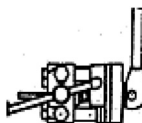

Abb. 4
- D. Den Stempel mit Hilfe der **Tabelle** ermitteln. Einige Anschlüsse sehen zwei Ausweitungsvorgänge vor. Zunächst den ersten Arbeitsschritt ausführen und hierbei den Stempel so weit auf das Werkzeug gleiten lassen, dass es mit der Matrize fluchtet (**Abb. 4**).